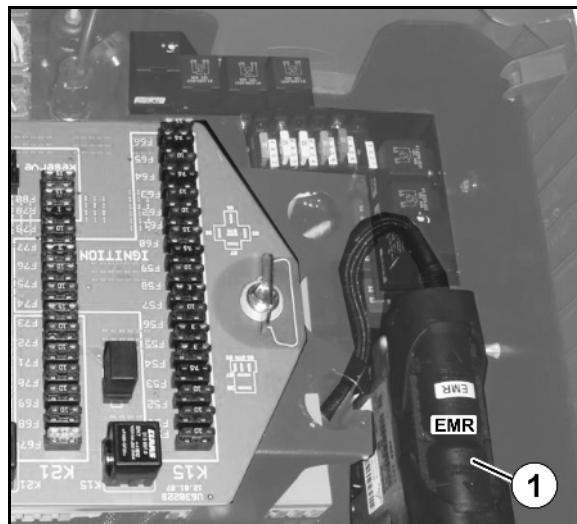

Рис. 133
- Извлеките штекер EMR (Рис. 133/1) из блока управления центральной электрической системы в кабине под подлокотником справа возле кабины.